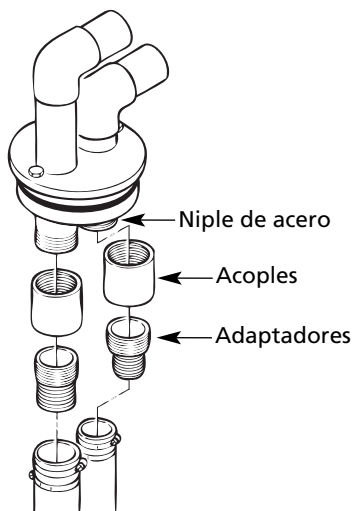

Figura 9
4. Utilice acoples y adaptadores para tubería para conectar los niples a la tubería de plástico (véase la Figura 9). Cubra todas las uniones roscadas con cinta de teflón para evitar fugas.